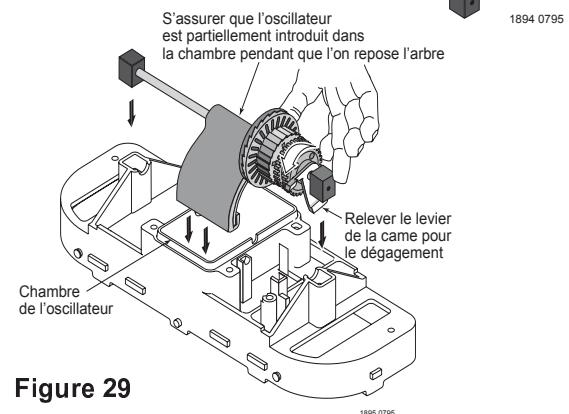

Figure 29
3. Reposer l'arbre long à pignons et les cales d'extrémité dans la tête du nettoyeur, le grand levier des cames étant orienté vers le bas (Figure 29).